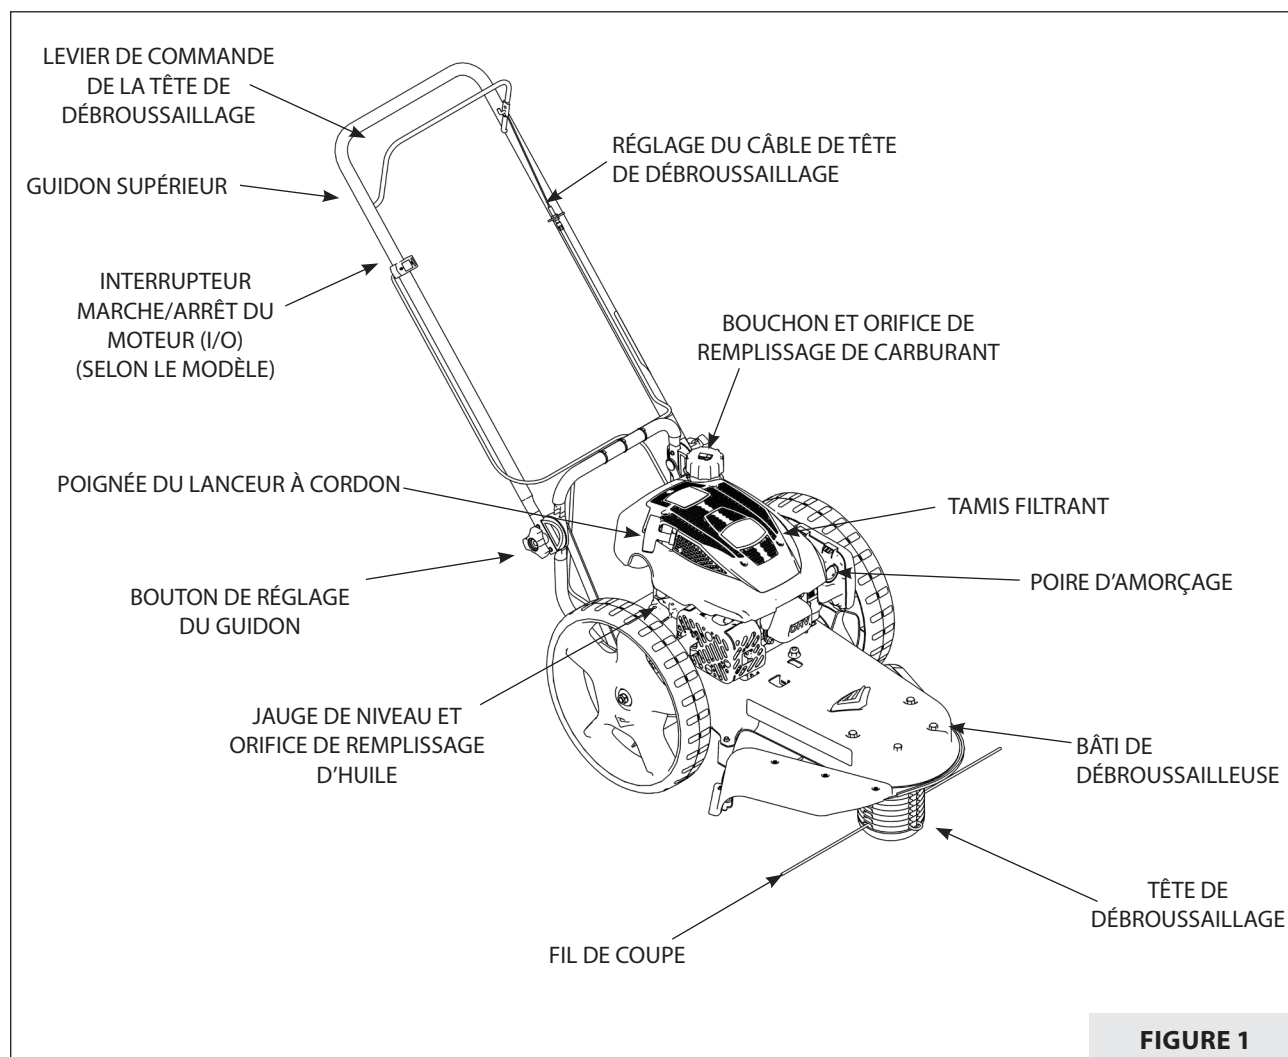
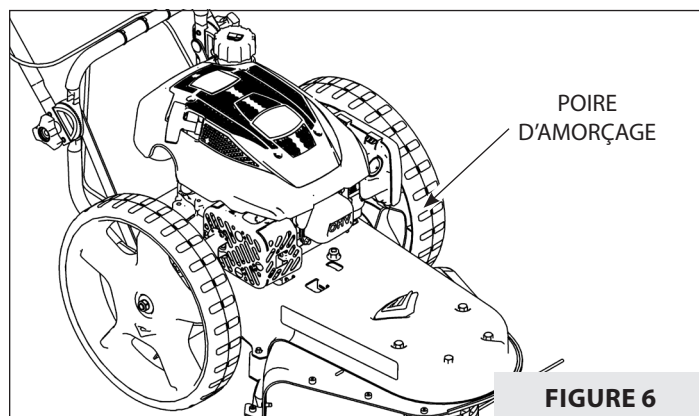

FIGURE 1
FIGURE 6
Lire le manuel de l'utilisateur et les règles de sécurité avant de faire fonctionner la débroussailleuse. Prendre le temps de comparer l'illustration suivante avec la débroussailleuse afin de se familiariser avec le produit et ses commandes. **VOIR FIGURE 1.**
1. Appuyer sur la poire d'amorçage à trois reprises. Attendre deux secondes environ entre chaque pression. **VOIR FIGURE 6.**
1. Avant chaque utilisation, éliminer les saletés du tamis filtrant. **VOIR LA FIGURE 1 À LA SECTION « CARACTÉRISTIQUES ».** Les saletés peuvent provoquer la surchauffe du moteur. Essuyer le tamis filtrant avec un chiffon ou une serviette en papier.
2. Mettre l'interrupteur Marche/Arrêt (I/O) en position Marche (I).
3. Pour démarrer un moteur froid, appuyer trois fois sur la poire d'amorçage. Attendre deux secondes entre deux pressions sur la poire d'amorçage. **VOIR FIGURE 6.**